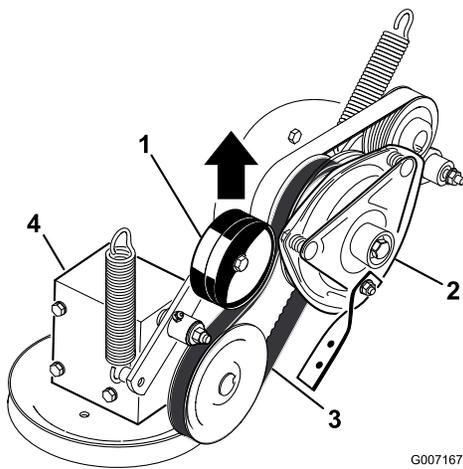

Figura 59
5. Sollevate la puleggia tendicinghia a molla della cinghia di trasmissione della PDF e rimuovete la cinghia dalla puleggia della frizione (Figura 59).
- Sollevate la puleggia tendicinghia a molla della cinghia di trasmissione della PDF e installatela sulla puleggia della frizione (Figura 59).